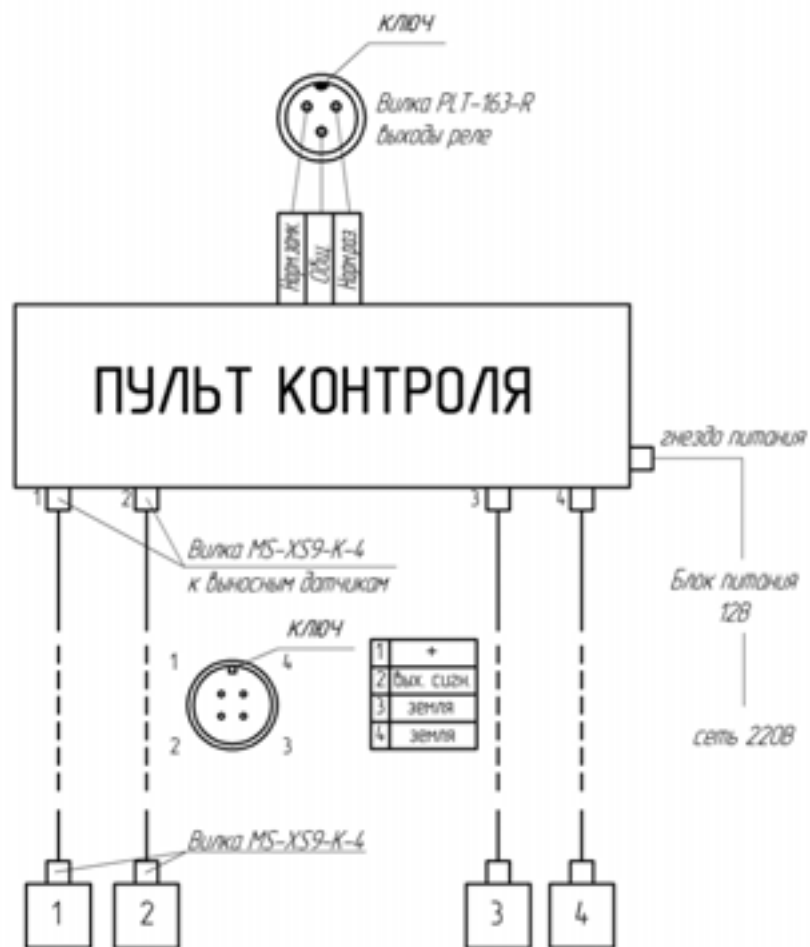

Рис. 1 Структурная схема аналоговой системы А-4 на 4 газа
2.1. Система состоит из пульта контроля, выносных датчиков (количество см. в разделе паспорта, но не более 4х), блока питания и соединительных кабелей. Структурная схема системы приведена на рис. 1.